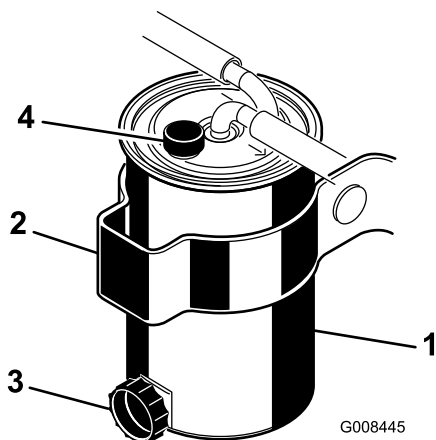

Figura 47
2. Pulite la superficie circostante la scatola del filtro (Figura 47).
4. Aprite il tappo di spurgo del filtro e la valvola di sfiato (Figura 47).